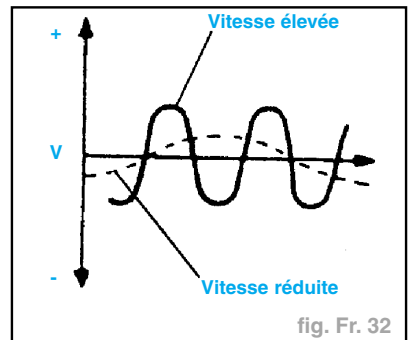

fig. Fr. 32
- Vérifier la courbe de la tension en faisant tourner la roue d'un tour par seconde (fig. Fr. 32).